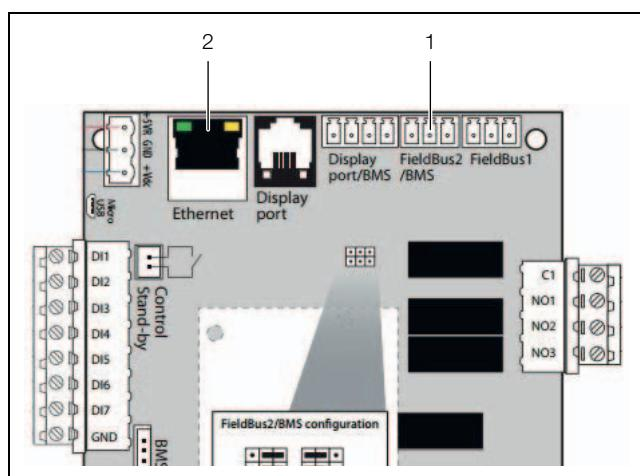

Imagen 10: Conexiones
- Utilice la conexión «FieldBus2» (Imagen 10, pos. 1) de la placa para conectar el equipo a un dispositivo de vigilancia.
- Utilice la conexión «Ethernet» (Imagen 10, pos. 2) de la placa para conectar el equipo a través de páginas web a un dispositivo de vigilancia.